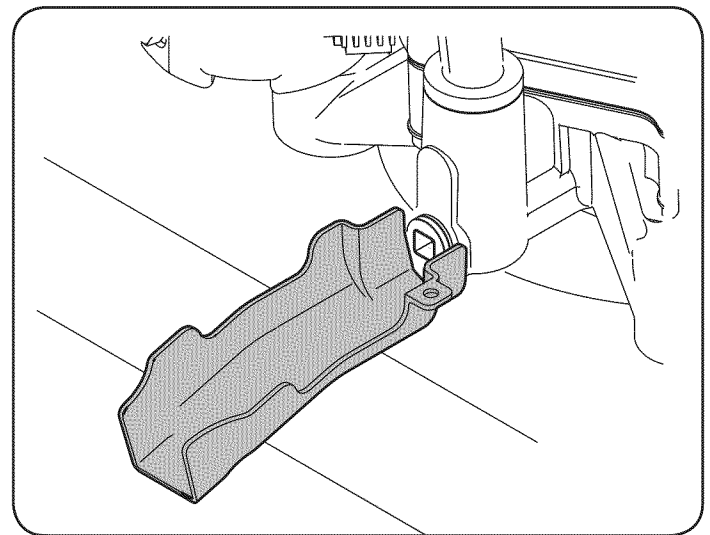

Figure 10
6. Sujete el manguito de drenaje de aceite (empaquetada con este manual) en el puerto de drenaje como se muestra en la Figure 10. Coloque el extremo opuesto del manguito en un recipiente de recolección de aceite adecuado con una capacidad de no menos de 64 oz